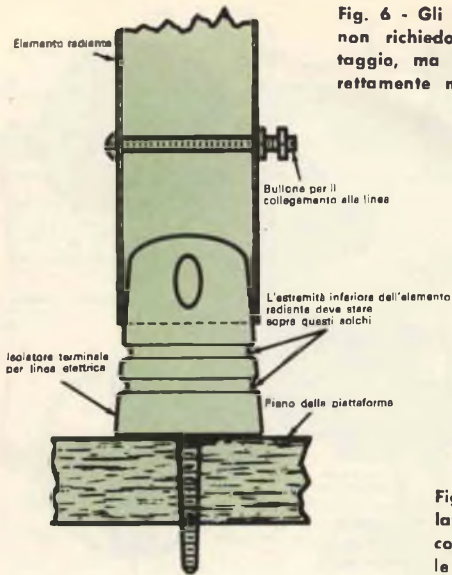

Fig. 6 - Gli isolatori terminali non richiedono fori di montaggio, ma sono avvitati direttamente nella piattaforma.
**Isolatori avvitati alla base** - Anche un isolatore con base avvvitabile (fig. 6), del tipo impiegato di solito come ancoraggio terminale delle linee elettriche nel punto in cui entrano in cabina, può essere usato con buoni risultati. Questo isolatore è normalmente dotato di una robusta vite e quindi non vi è alcun problema per montarlo sopra la piattaforma.